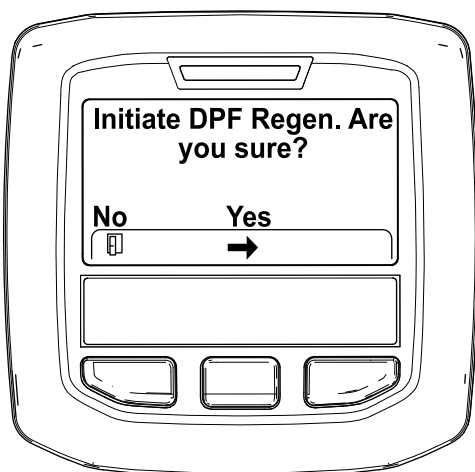

図 35
4. Initiating DPF Regen DPF 再生開始 Are you sure? というメッセージが表示されるので、中央ボタンを押す 図 35。